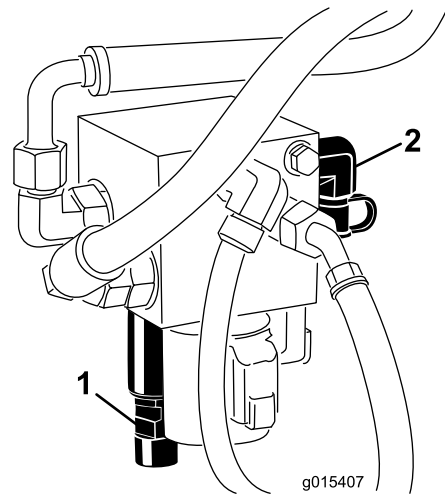

図 14
3. 昇降マニホールドの後部にあるテストポートに圧力計を接続する（図 14）。
4. 昇降マニホールドの前部にあるカウンタバランスのスポールについているキャップを外す(図 14)。
5. カウンタバランスのスポールの底部についているジャムナットをゆるめる(図 14)。